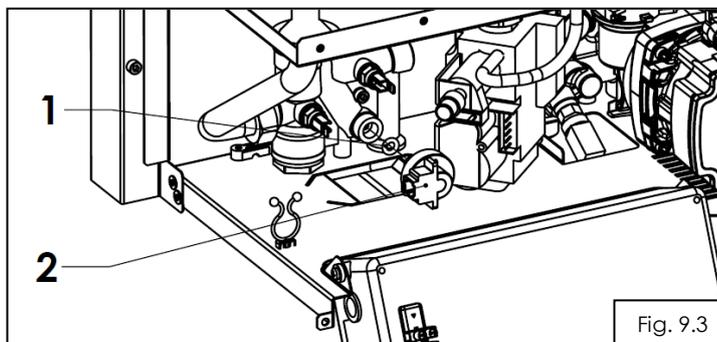

Fig. 9.3
Inlocuirea senzorului de presiune (2) fig.9.3 presupune